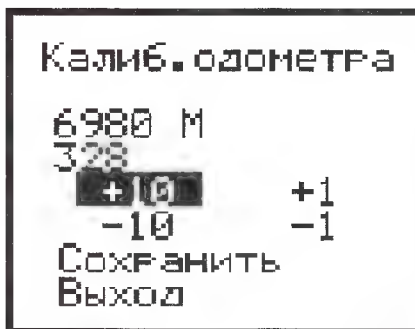

Рис. 19
**"Одометр".** Его калибровка очень похожа на калибровку спидометра. Обнулив показания одометра нажатием на кнопку SB1, необходимо проехать по прямому маршруту известной длины, например, измеренной с помощью спутникового навигатора. Затем, выбрав в меню "Калибровка" пункт "Одометр", получаем на ЖКИ изображение, подобное показанному на **рис. 19**. Здесь 6980 м — длина маршрута, измеренная БК, 326 — калибровочное число, которое должно находиться в интервале 5—9999. Зная точную длину маршрута, составляем пропорцию, подобную использованной при калибровке спидометра, учитывая, что увеличение калибровочного числа в данном случае уменьшает показания одометра БК, и наоборот. Решив пропорцию, находим новое значение калибровочного числа и вводим его, пользуясь пунктами "+10", "-10", "+1", "-1". Результат калибровки заносим в память БК, пользуясь пунктом "Сохранить".